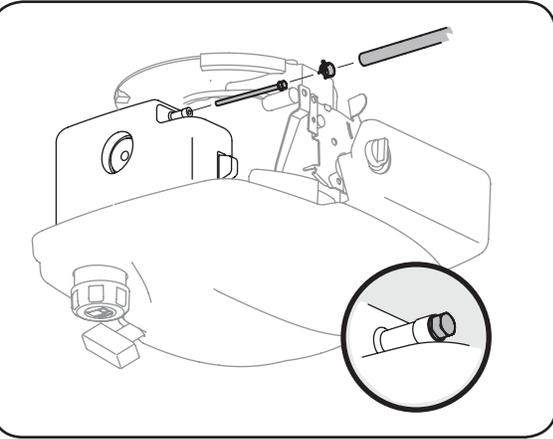

Figure 4-5
2. Enlevez la bride en C de la canalisation de carburant et débranchez celle-ci du réservoir de carburant. Voir la Figure 4-5.
4. Tenez le filtre neut par l'extrémité à épaulement et insérez-le complètement dans l'orifice du réservoir de carburant. Voir l'encadré de la Figure 4-5.